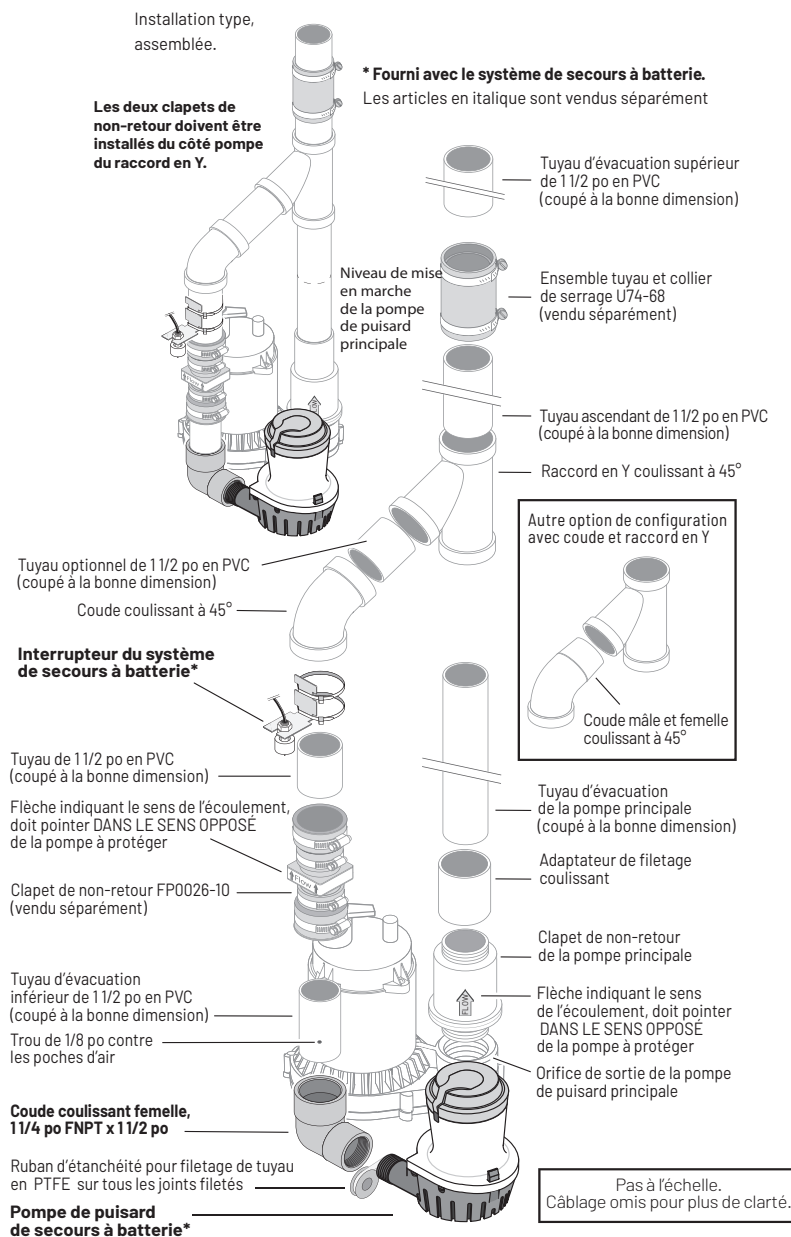

Figure 3 : Tuyau d'évacuation commune - Installation type
2. Si la décharge de la pompe de puisard principale ne comporte pas de clapet de non-retour, vous devrez en installer un. Vous devez également en installer un dans le tuyau d'évacuation du système de secours à batterie (figure 3). Assurez-vous que la flèche du clapet de non-retour indiquant le sens de l'écoulement pointe **DANS LE SENS OPPOSÉ** de la pompe qu'il est destiné à protéger.
6. Coupez un morceau de tuyau en PVC de 1 1/2 po allant du coude d'évacuation de la pompe de secours jusqu'à environ un (1) pied au-dessus du plancher du sous-sol. Il s'agit du tuyau d'évacuation inférieur.